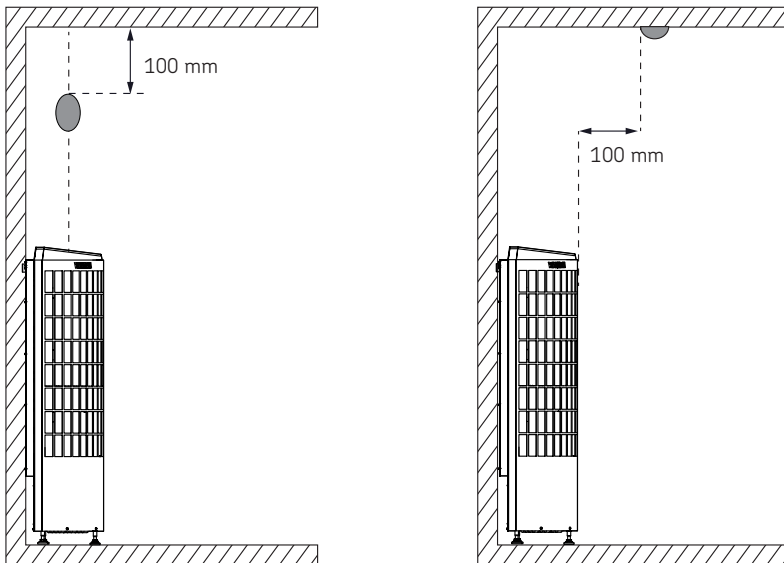

Abbildung 3. Installation des Temperatursensors
- Installieren Sie den Fühler (SP248) wie in Abb. (Abbildung 3. Installation des Temperatursensors)